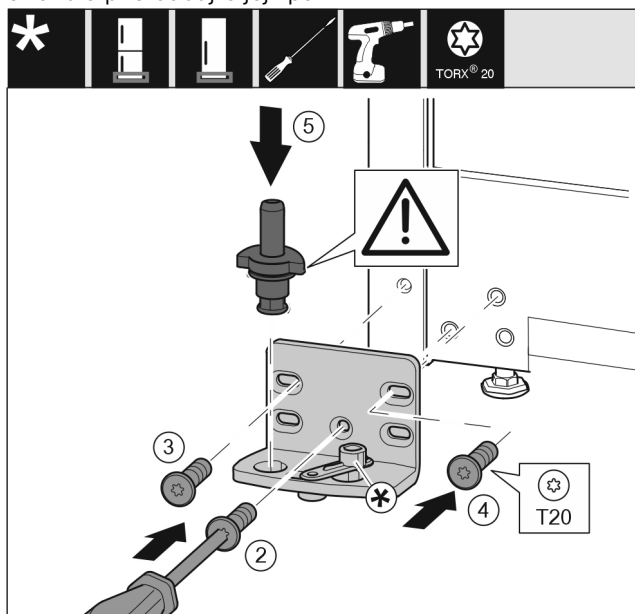

Fig. 29
- Nasadte stojan ložiska na druhé straně a přišroubujte pomocí šroubováku. Začněte šroubem Fig. 29 (2) dole uprostřed.
- Utáhněte šroub Fig. 29 (3) a šroub Fig. 29 (4).
- Zcela vložte ložiskový čep Fig. 29 (5). Přitom dávejte pozor, aby zajišťovací vačka směřovala dozadu.